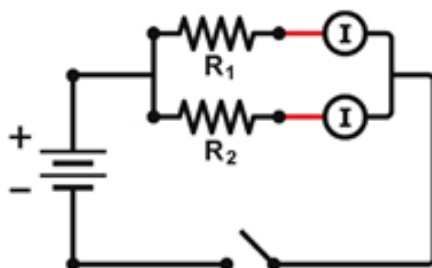

Figura 5.6: Circuito em paralelo.
- Ligue a fonte e regule a tensão para 3,0V. Meça o valor da corrente no circuito (I). As correntes medidas são as correntes entrando e saindo dos resistores. Anote estes valores na linha 1 da Tabela 5.3.
- Monte o circuito da Figura 5.6. Use um resistor de $33\ \Omega$ como R_1 e um resistor de $100\ \Omega$ como R_2 .